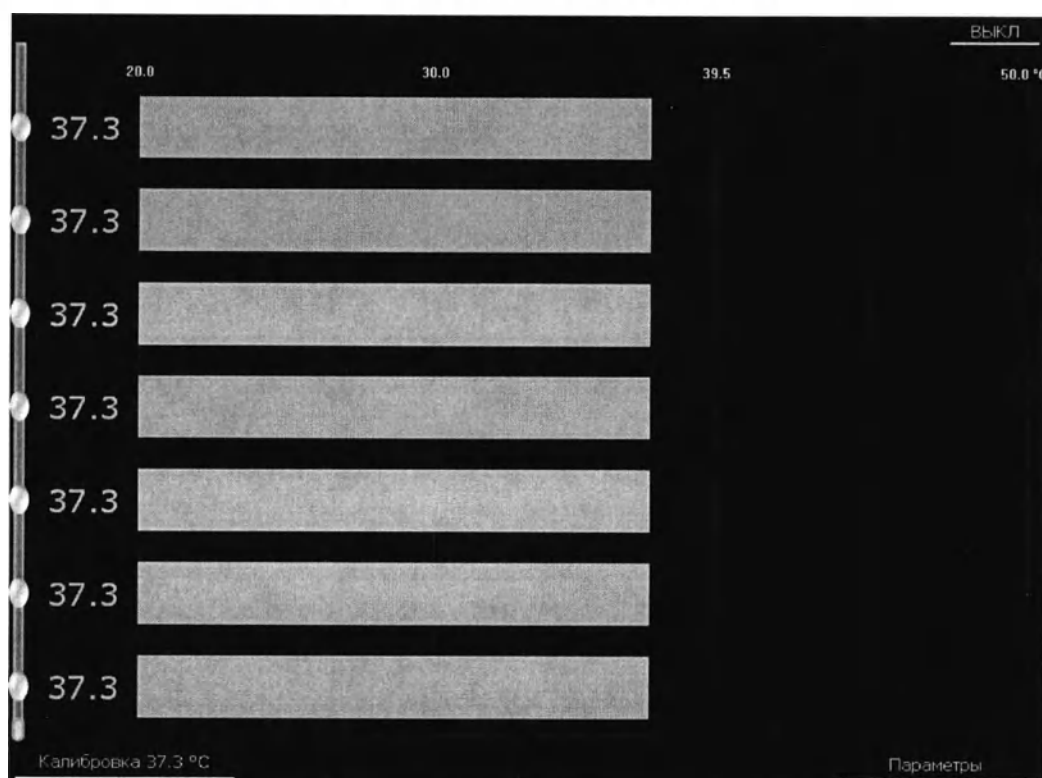

Рисунок 5. Калибровка температурных каналов.
3. Нажмите кнопку «Калибровка». На всех каналах температура должна быть 37.3 С. (рис.5). Система готова к работе.